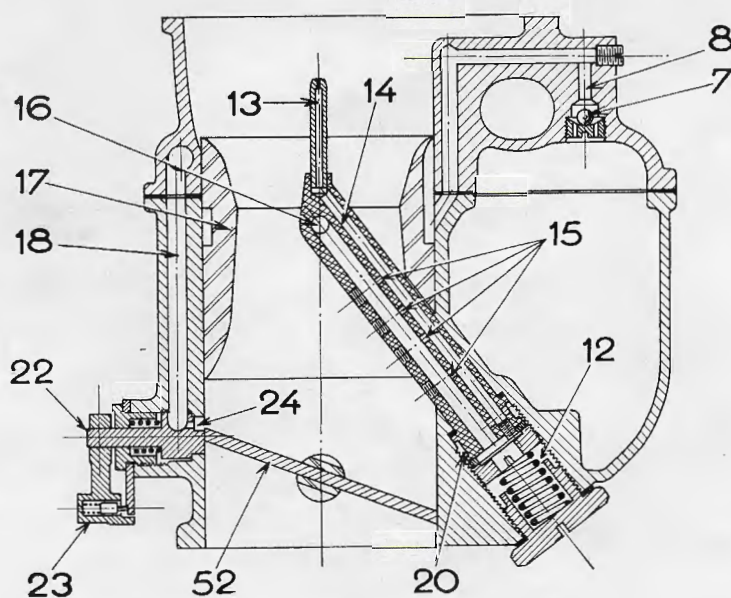
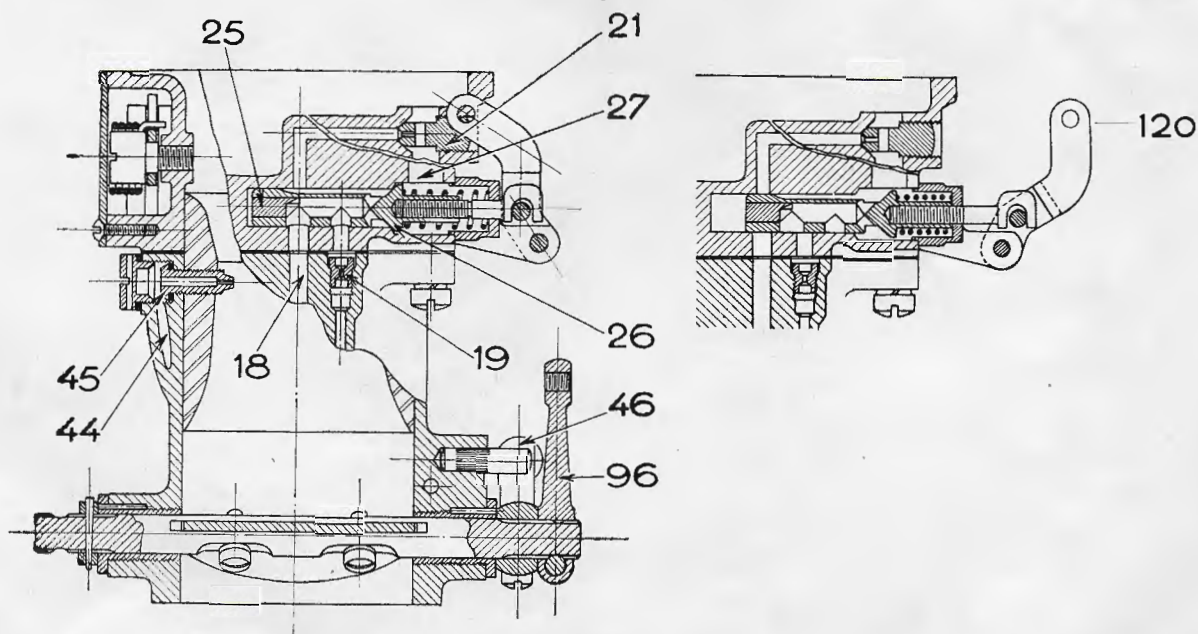
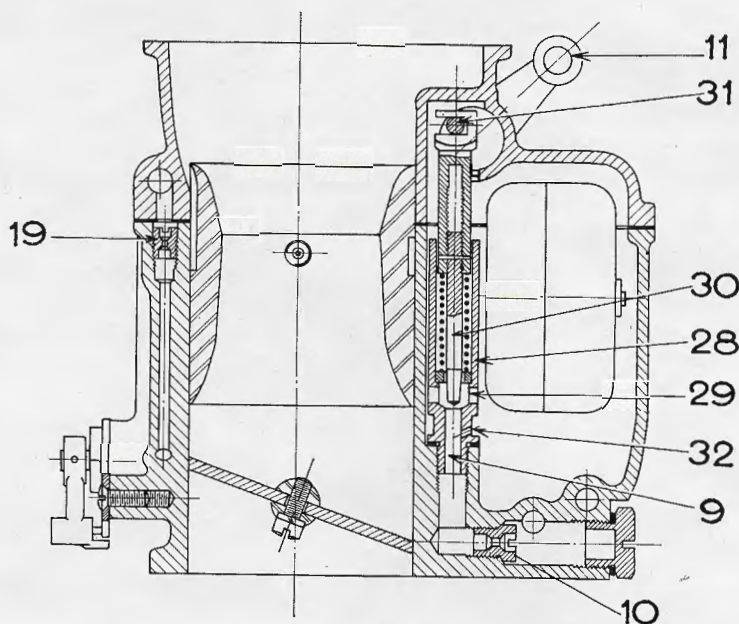
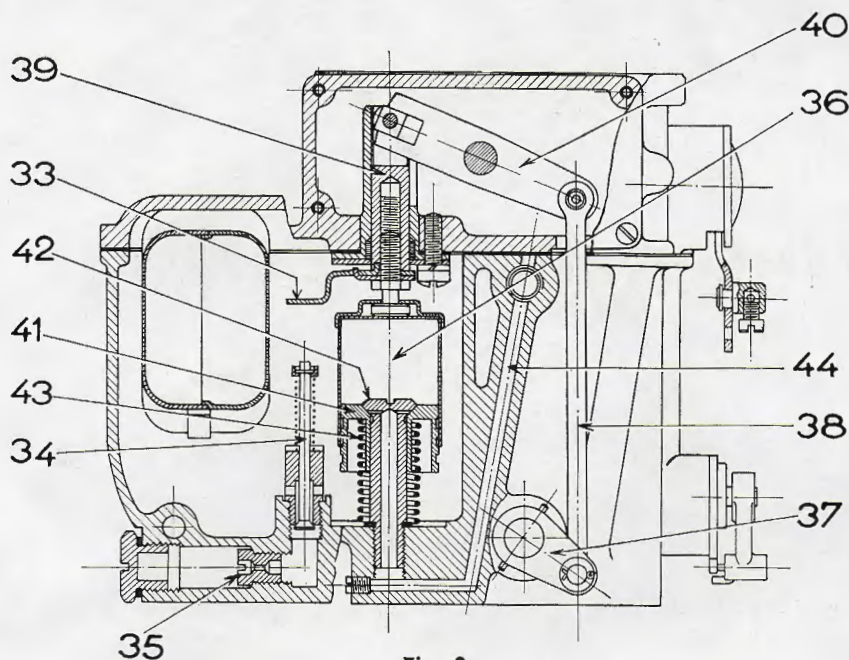

Fig. 5
Fig. 6
Fig. 8
Fig. 9
De la cuve à niveau constant, l'essence passe par le correcteur (9) et le gicleur principal (10) (fig. 8) avant d'arriver à l'émulseur en (12) (fig. 5).
L'essence débitée par le gicleur se rend au tube émulseur central en (12) (fig. 5) Par la vis de calibrage (13), l'air d'émulsion principale arrive dans un canal (14), passe par les trous de dénoyage (15) et vient émulsionner l'essence avant sa sortie par les deux trous latéraux (16), au centre du diffuseur (17) et un peu au-dessous de son corset.
Le canal de ralenti (18) (fig. 5 et 6) entraîne vers le papillon l'essence du gicleur (19) (fig. 8) qui ne peut être aspirée par le tube principal d'émulsion.
Ce canal comporte un gicleur de ralenti (19) (fig. 6) qui, aux faibles vitesses seulement, dose l'essence débitée par le jet calibré principal (10) et prise en (12) (fig. 5), par la gorge annulaire (20).
Le petit boisseau (22) commandé par le levier (23), permet de faire varier la dépression sur le circuit de ralenti, par la rotation d'une fraisure (24), et, par suite, de régler la richesse du ralenti (fig. 5).
Dans certains cas et pour des raisons de sécurité, on peut avoir besoin de l'arrêt instantané du moteur. C'est le but du dispositif d'étouffoir qui permet de couper totalement le circuit normal du ralenti (fig. 6), par manœuvre du levier. (120)
Cette réduction du débit d'essence est faite par le pilote qui dispose de la commande du dispositif de correction (fig. 8).
La différence de densité de l'air et de l'essence provoque, au moment des reprises brusques, un retard de débit d'essence par rapport au débit de l'air et oblige à fournir un appoint d'essence, par un système mécanique appelé « pompe de reprise » (fig. 9).
Cette tête porte des trous communiquant avec l'intérieur de l'axe et de là, par un canal (44), au gicleur de pompe (45) (fig. 6), qui règle la quantité d'essence utilisée aux reprises.
Le carburateur type 60 IGS possède un perfectionnement qui a consisté à adjoindre aux organes décrits pour le carburateur 60 IBGS, un dispositif d'enrichissement de puissance (fig. 9) comportant un gicleur (35) qui, en parallèle avec le gicleur principal (10) (fig. 8), peut alimenter l'émulseur en même temps que lui.
La tige de pompe (39) (fig. 9) qui est reliée aux mouvements du papillon, entraîne dans ses déplacements la palette (33).
Avant que le papillon arrive à sa pleine ouverture, la palette appuie sur la queue de la soupape (34) (fig. 9), livrant passage à l'essence de la cuve vers le gicleur d'enrichisseur (35).
L'essence débitée par ce gicleur est canalisée vers le tube d'émulsion principal en (12) (fig. 5).